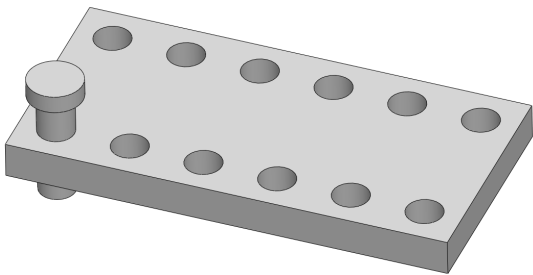

图 10-35 打开素材模型
(1) 单击常用工具栏中的【打开】按钮，打开一幅素材模型，如图 10-35 所示。